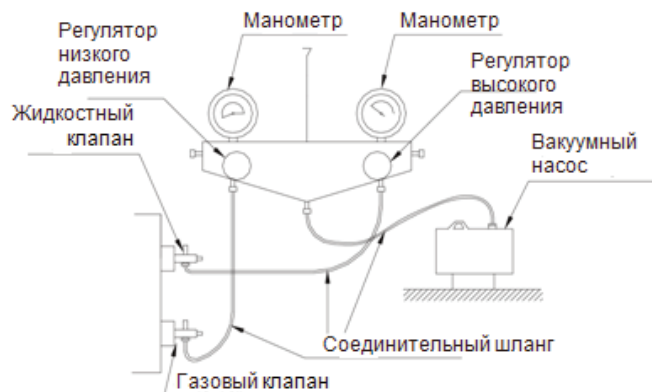

Рис. 4.22
- 3) С помощью вакуумного насоса откачайте воздух из внутреннего блока и соединительного трубопровода через форсунки клапанов наружного блока, как показано на Рис. 4.22.